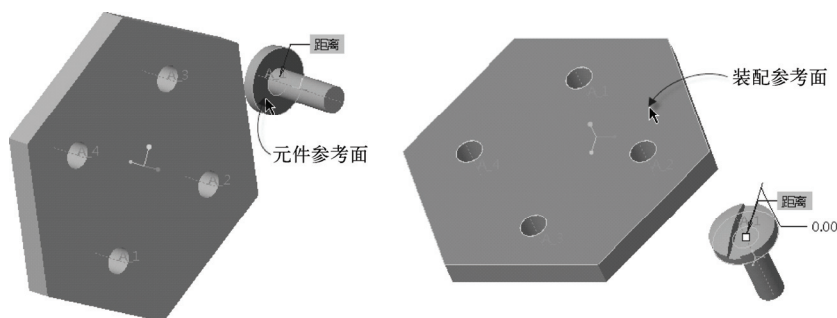

图 10-78 选择一对距离参考面
4) 在“元件放置”选项卡的约束条件下拉列表框中选择“距离”选项，分别选择图 10-78 所示的元件参考面和装配参考面，并设置距离值为“0.00”。